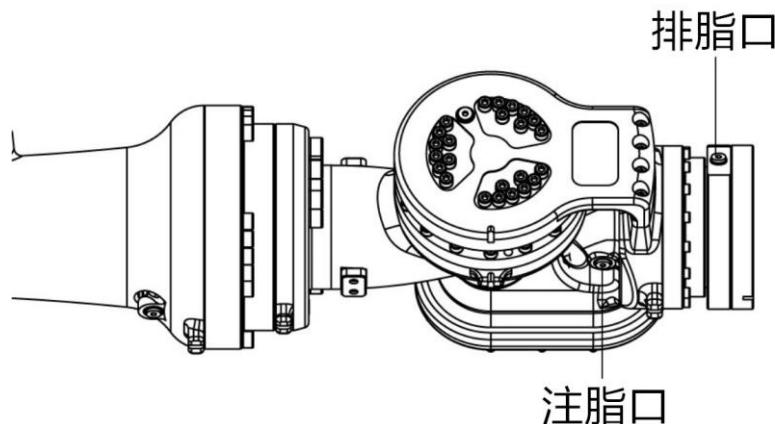

图 13-11 更换腕部齿轮箱润滑脂
- 卸下排脂口 M10x1 堵头及密封垫片，如图 13-11 所示。